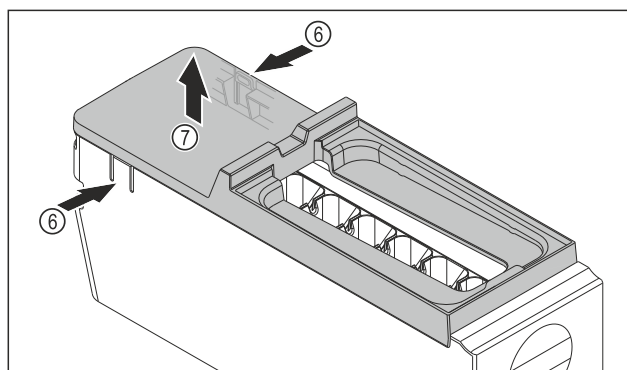

Fig. 189
- Retirer le couvercle du corps de l'EasyTwist-Ice : D'une main, pousser les languettes Fig. 189 (6) des deux côtés du corps de l'EasyTwist-Ice.
- De l'autre main, retirer le couvercle Fig. 189 (7) vers le haut.